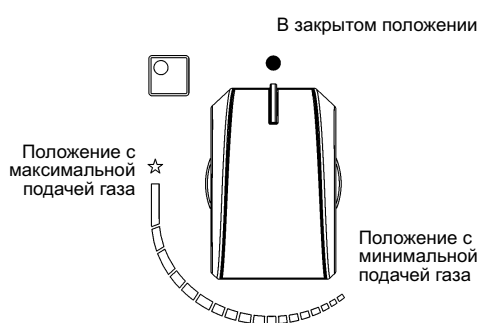

РИС. 1
Нажмите и поверните против часовой стрелки ручку конфорки до положения большого пламени (рис. 1), затем нажмите кнопку.
Для розжига конфорок, оснащенных системой «газ-контроль», следует повернуть против часовой стрелки ручку конфорки до положения большого пламени (рис. 1) (до упора). Затем нажмите ручку и произведите розжиг, как описано выше.
- После закипания переведите ручку в положение малого пламени (рис. 1).
- розжиг конфорок с предохранительной терморпарой (системой «газ-контроль») можно произвести только если ручка установлена в положение **Максимум** (большое пламя рис. 1).